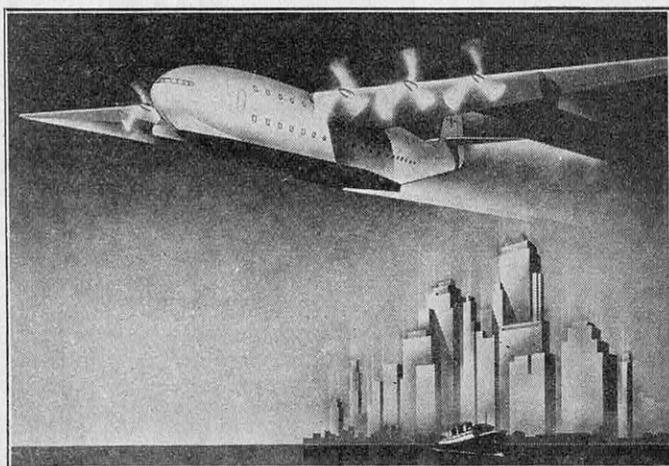

FIG. 4. — PROJET DU NOUVEL HYDRAVION AMÉRICAIN « BOEING » POUR 100 PASSAGERS
LA SCIENCE ET LA VIE a signalé (2) la concurrence qui se développe actuellement aux Etats-Unis dans le domaine de la construction aéronautique, notamment pour l'exploitation régulière des lignes transatlantiques. On sait que la *Consolidated Aircraft Corporation* envisage la construction d'un hydravion de 180 t pour 300 passagers pour une compagnie maritime concurrente des *Pan American Airways*. Voici, répondant aux exigences de cette dernière compagnie, le futur hydravion « Clipper » de la *Boeing Aircraft Company* prévu pour emporter 100 passagers par-dessus l'Atlantique-Nord. La maquette de cet appareil géant (fig. 4) prévoit de vastes aménagements pour tous les voyageurs aériens : salle à manger, bar, etc.
- (1) Voir *La Science et la Vie*, n° 254, page 125.
- (2) Voir *La Science et la Vie*, n° 254, page 130.